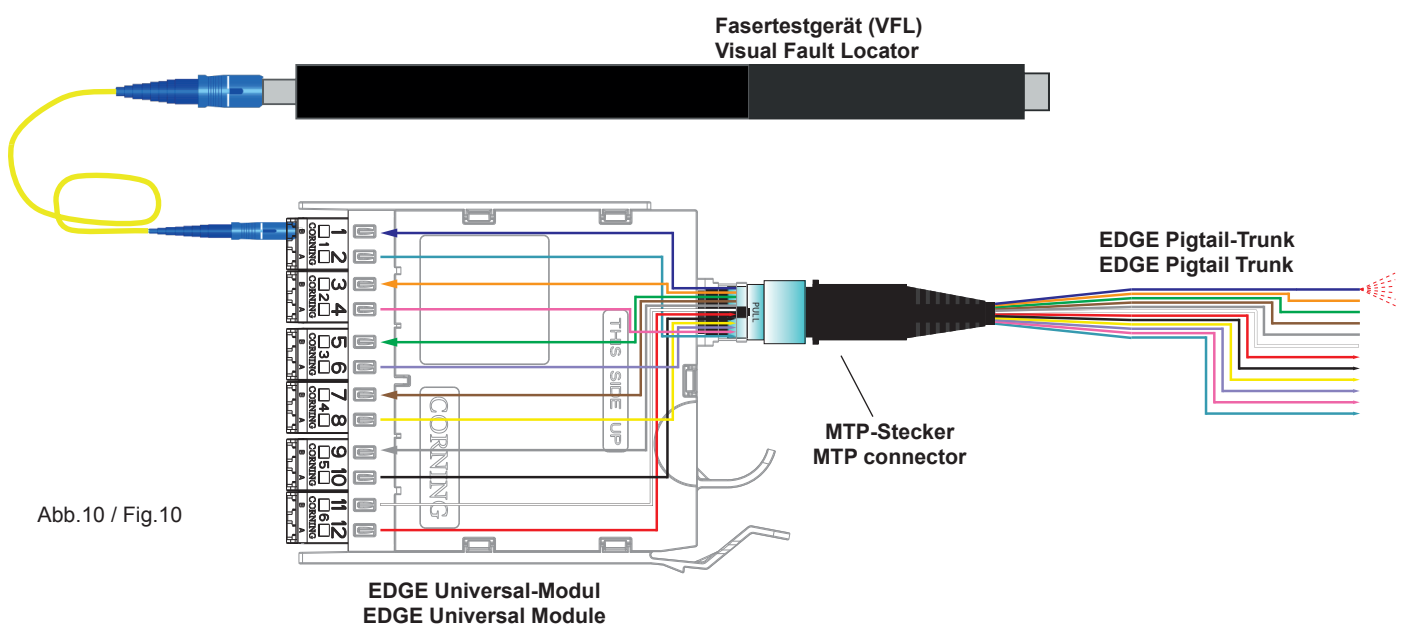

Abb.10 / Fig.10
4.4.4 Alle abisolierten Fasern wie in Abbildung 10 gezeigt verlegen.